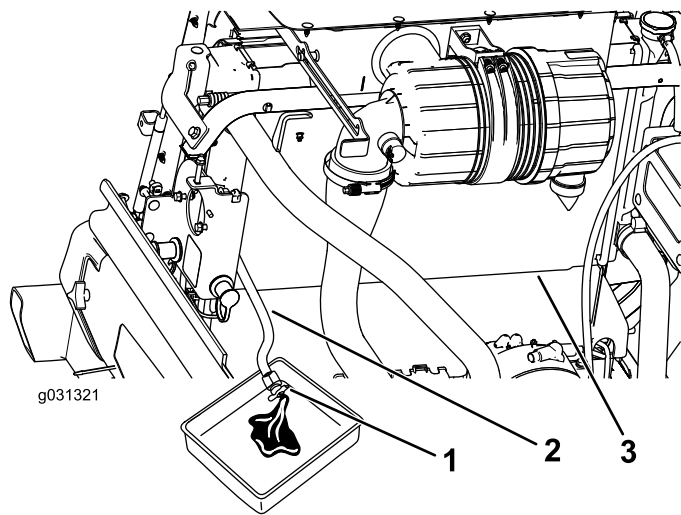

図 111
3. ラジエターからのドレンホースを容器の内部に入れ、ホースについているドレンバルブを開いて、冷却液を容器に回収する (図 111)。
4. ドレンホースのバルブを閉じる 図 111。